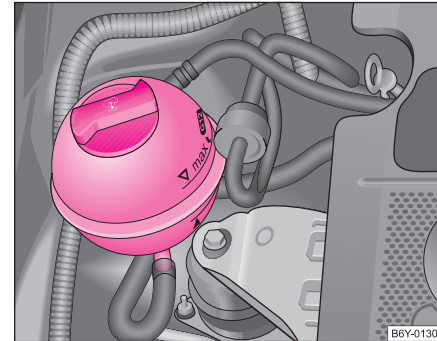

Abb. 143 Motorraum: Kühlmittel-Ausgleichbehälter
- Prüfen Sie den Kühlmittelstand am Kühlmittel-Ausgleichbehälter \Rightarrow Abb. 143. Der Kühlmittelstand muss bei kaltem Motor zwischen den Markierungen „MIN“ und „MAX“ liegen. Bei warmem Motor kann er auch etwas über der Markierung „MAX“ liegen.
- Legen Sie einen Lappen auf den Verschlussdeckel des Kühlmittel-Ausgleichbehälters ⇒ Seite 197, Abb. 143 und schrauben Sie den Deckel **vorsichtig** links herum ab ⇒